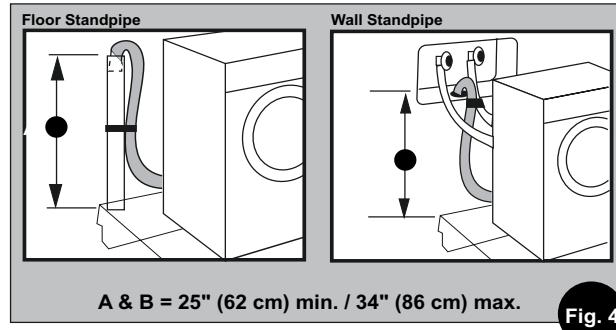

Fig. 4
**Sistema de descarga con tubo vertical:** La instalación requiere un tubo vertical con un diámetro mínimo de 1 1/4" (3,2 cm) y una capacidad de descarga mínima de 7 galones (26 litros) por minuto. Sistema de descarga con tubo vertical de pared o de piso: La parte superior del tubo vertical se debe encontrar a una altura de 25" (62 cm) - 34" (86 cm) desde la base de la máquina (Fig. 4).